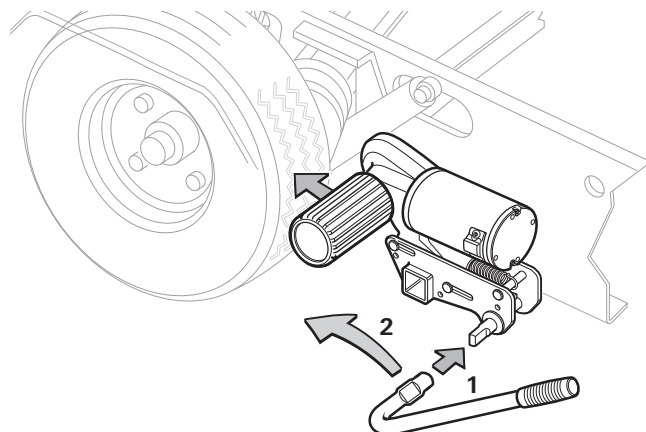
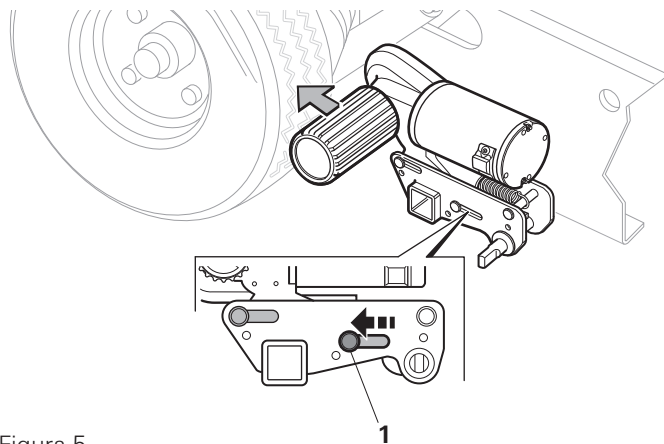

Figura 4
Figura 5
- Introducir la palanca de presión en el eje de presión (figura 4 - 1).
- Girar la palanca de presión en la dirección de la flecha (hacia la rueda del vehículo) (figura 4 - 2) hasta que el indicador de posición de la carcasa esté establecido en «√» (figura 5 - 1). En la posición final, la unidad de accionamiento encaja de modo seguro y el rodillo impulsor se presiona aprox. 20 mm en los neumáticos. Debe comprobarse en ambos lados antes de maniobrar.